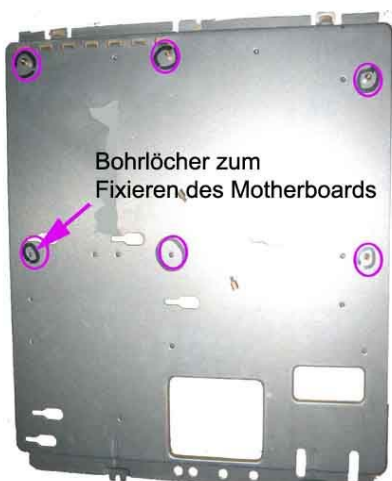

Abbildung 77: Motherboardblech mit markierten Bohrlöchern
2. Die richtigen Bohrungen finden: Wir setzen das Motherboard auf das Blech und stellen fest, an welchen Bohrungen Abstandhalter eingeschraubt werden müssen, siehe Abbildung 77. Abstandhalter sorgen für den richtigen Abstand zwischen Gehäuse und Motherboard. Die Abstandhalter können mit den Fingern auf das Blech geschraubt werden.